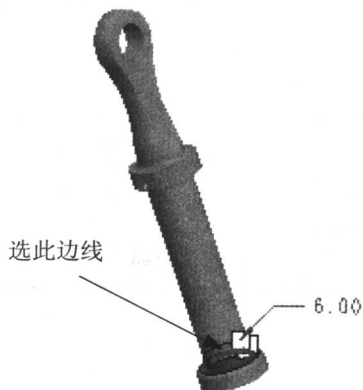

图 1.1.21
(4) 预览特征：在操控板中，单击预览图标 ，可浏览所创建的圆角特征。
(5) 完成特征：在操控板中，单击完成图标 ，则完成特征的创建。
Step13. 添加圆角特征：选取如图 1.1.21 所示的边线，圆角半径为 6，其他相关操作参见上一步。